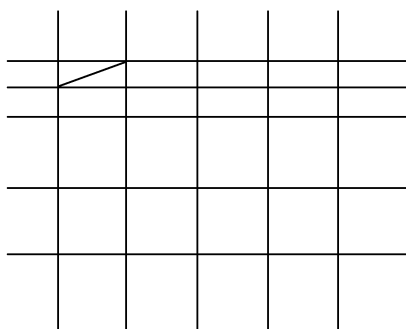

图 5-32 构造线和斜线
指定下一点或 [放弃 (U)]: `* 取消 *` (如图 5-32 所示)